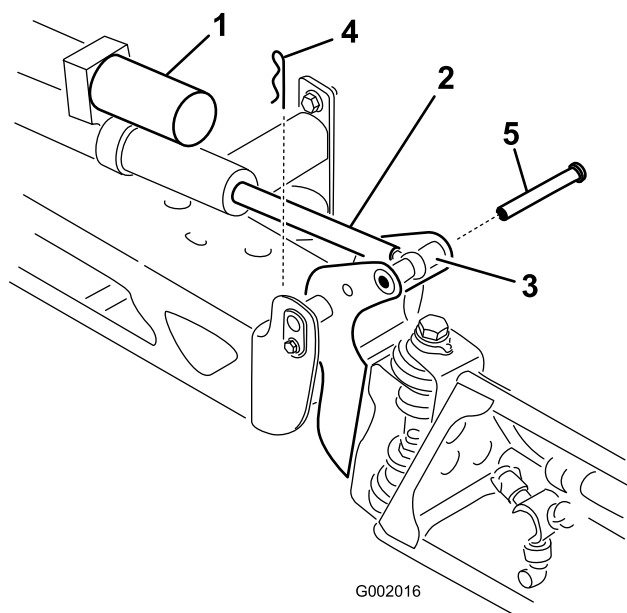

図 36
2. ピボット・ピンからコッター・ピンを抜き取る(図 36)。
ながら、ブームのピボットとアクチュエータ・ロッドにピンを通す(図 36)。
3. ブームを持ち上げて、ピンを外す(図 36)。ブームをゆっくりとハードストップまで降下させる。